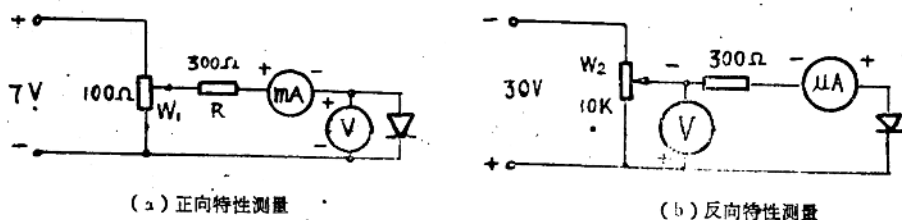

图1-1 二极管的正向和反向特性的测量
1、正向特性测量 如图1-1(a)所示。首先电表必须正确联接，否则会产生测量误差。因为所用500型三用表1mA挡其内阻约1kΩ左右，而二极管导通后约几十欧到几百欧。若将电流表串在电压表与二极管之间，由于电流表内阻与二极管内阻的分压，则电表所指示的电压就不是真正加到二极管两端的电压。电表正确接好后，固定输入电压不变。改变 $W_1$ 即可改变U，并可读出U值对应的i值。逐点测出正向特性的若干点，然后在坐标纸上可绘出正向特性曲线。
2、反向特性的测量 如图1-1(b)所示。考虑到二极管的反向电阻较大，为了避免电压表的分流作用，带来不应有的测量误差，而这时电流表的内阻 $\ll$ 二极管的反向电阻，故可将电流表串在二极管与电压表之间。然后进行逐点测量。改变 $W_2$ 即可改变U并读出相应的反向电流值。这样测若干点就可以绘出二极管的反向特性曲线。